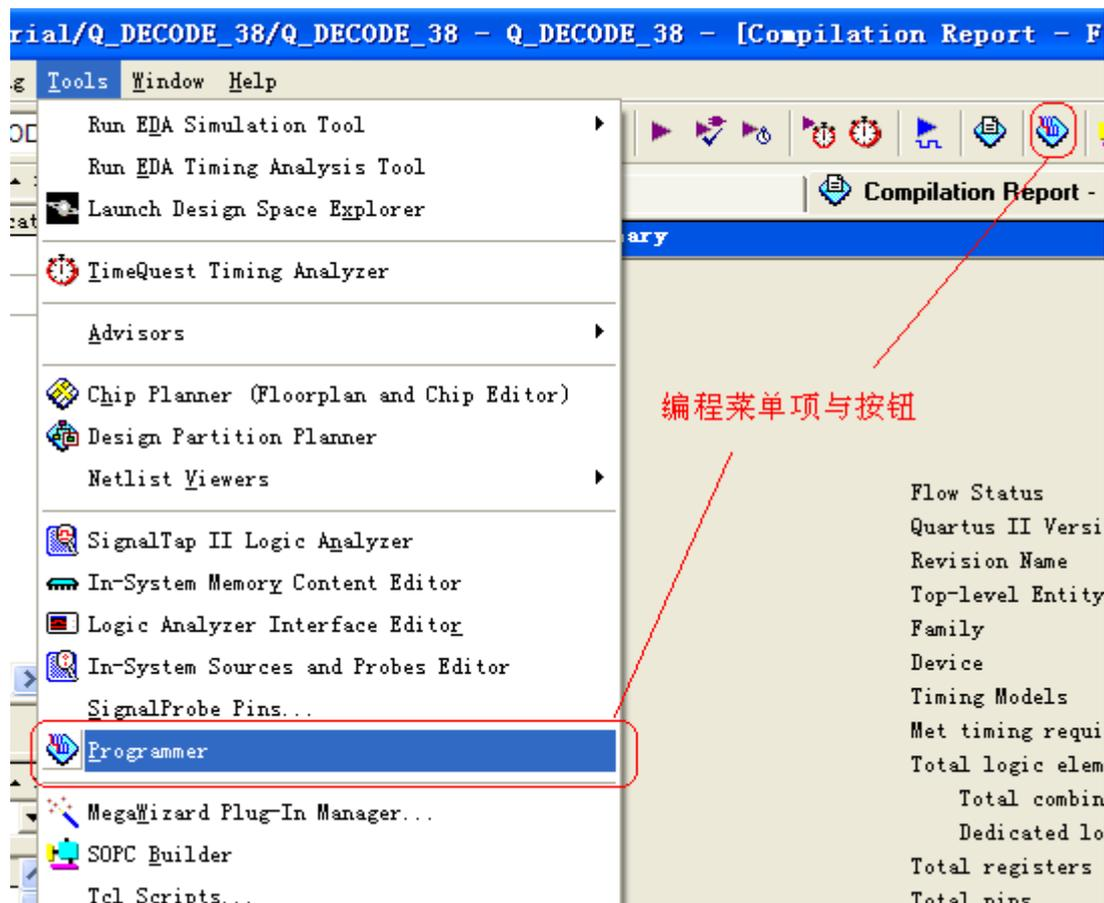

图 2-22 编程菜单项和编程按钮
17. 将设计下载到 FPGA 中。点击菜单项 Tools->Programmer 或者点击图标  打开程序下载环境，如图 2-22 所示。